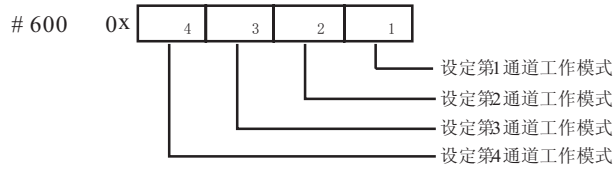

图 2-1 模式设定单元与通道对应关系
6. **BFM#600**: 模式设定单元。用于设定第 1 通道到第 4 通道的工作模式。具体对应关系如图 2-1 所示。